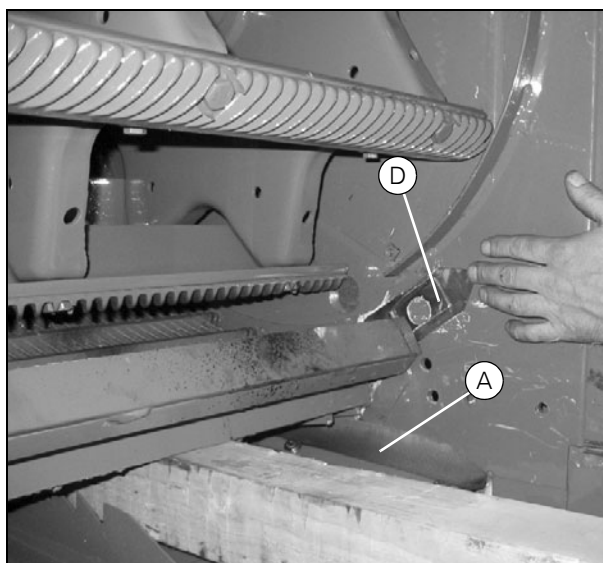

Рисунок 8
4. Снимите пыльники с внутренней поверхности (D) (Рис. 8).
ВАЖНОЕ ЗАМЕЧАНИЕ: Избегайте повреждений боковых уплотнений (A) на главной скатной доске (Рис. 8).
- После установки подбарабанья аккуратно вставьте пыльники (D) (Рис. 8) между подбарабаньем и боковой панелью машины.